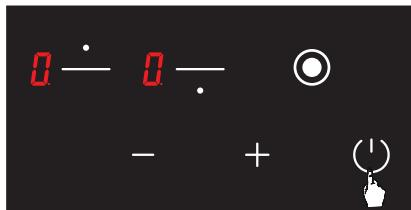

Рис. 5
1.  Нажмите кнопку, чтобы включить варочную панель (см. Рис. 5).